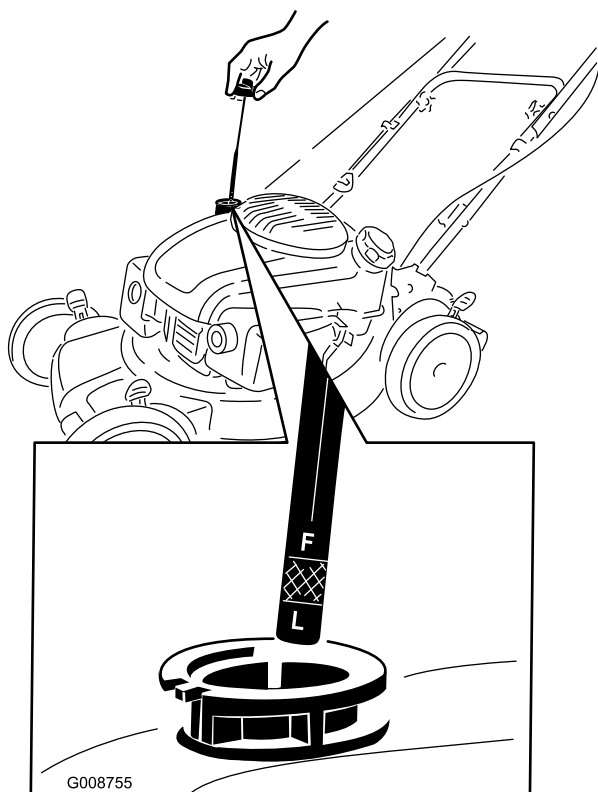

Figure 9
1. Retirez la jauge, essuyez-la sur un chiffon propre puis remettez-la dans le goulot de remplissage, **sans la visser** (Figure 9).
2. Sortez de nouveau la jauge et contrôlez le niveau d'huile (Figure 9). Si le niveau n'atteint pas le repère minimum (Add) de la jauge, versez **lentement**